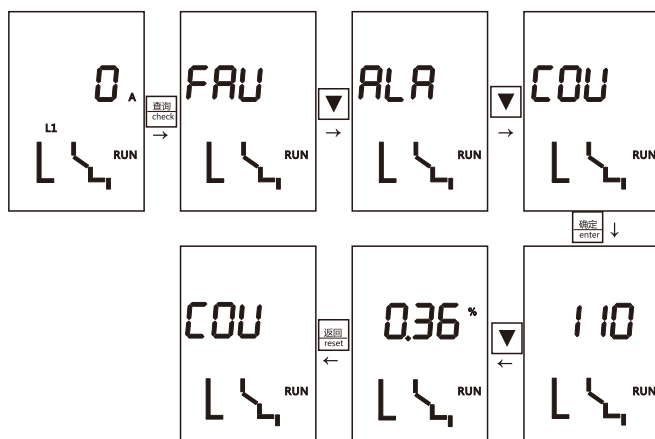

图59 断路器操作次数及寿命记录查询操作
- (1) 人工计算需调节百分比： $(2000-1978) \times 100 / 1978 \approx 1.1\%$ ；
- (2) 按如图59所示操作进入SYS菜单后，按确认进入A相电流校准；
- (3) 按确认键后（SET闪烁），进入调节百分比模式；按+/-键将百分比数据调整至1.1%（-5.0%~+5.0%范围可调，步进0.1%）；
- (4) 按确认键后（SET由闪烁变为常亮），返回主界面可观察到电流自动校准至2000A；